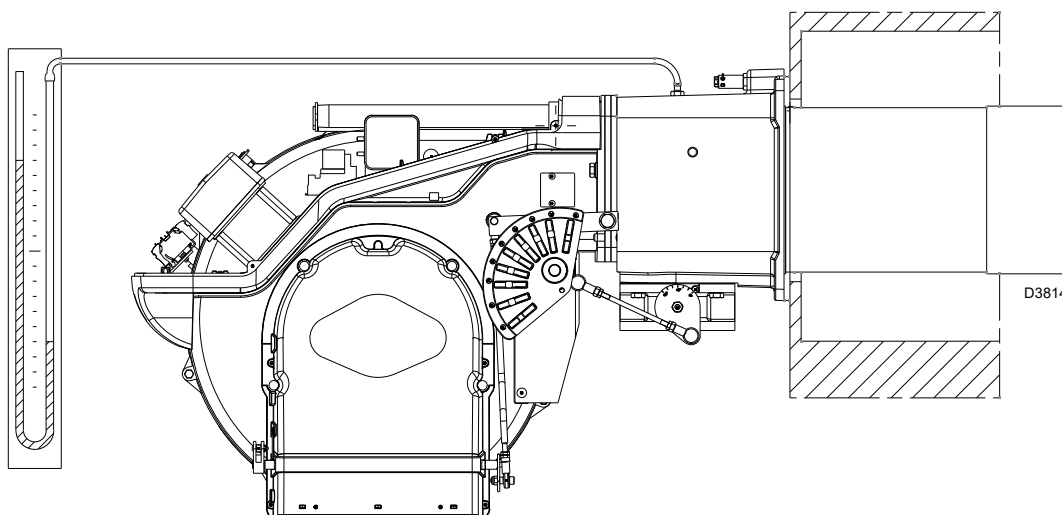

Fig. 24
- Montare un manometro a U (Fig. 24) sulla presa di pressione del gas del manicotto. Serve a ricavare approssimativamente la potenza MAX del bruciatore mediante le Tab. J a pag. 23.
L'arrivo del gas al manicotto è evidenziato dal manometro ad U (Fig. 24 a pag. 27).